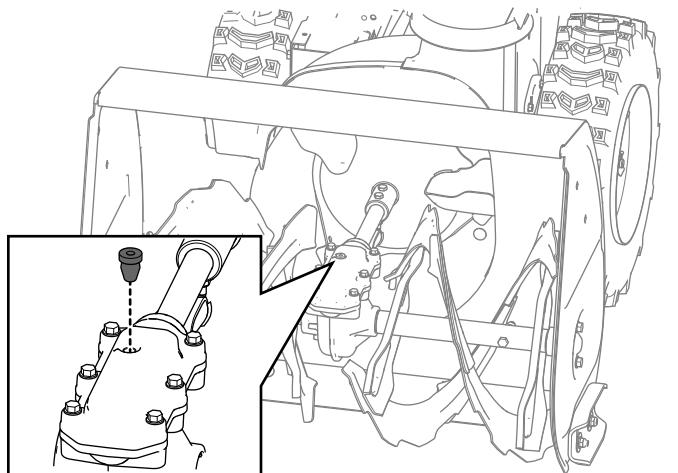

Figure 31
2. Nettoyez la surface autour du bouchon du tuyau et retirez le bouchon du boîtier d'engrenages (**Figure 31**).